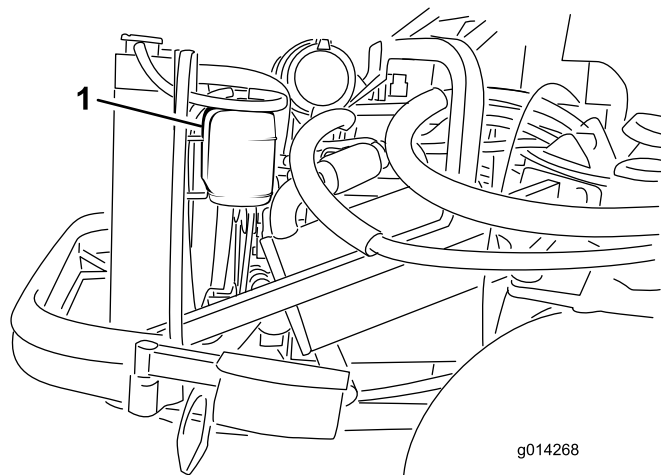

Figura 53
1. Verifique o nível de líquido de arrefecimento do depósito secundário (Figura 53). Este deve situar-se entre as marcas existentes no exterior do depósito.